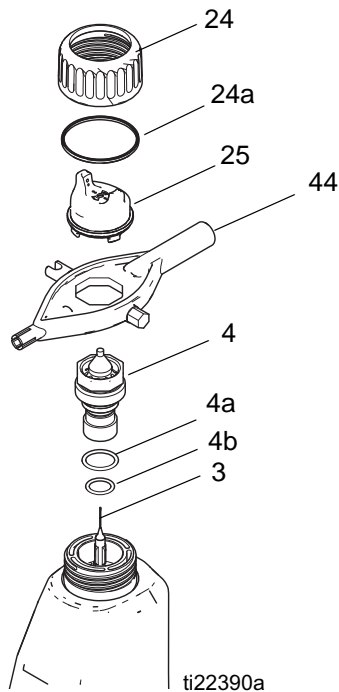

Fig. 28 . Remplacement du capuchon d'air/buse
2. Retirez la bague de fixation (24) et le capuchon d'air (25). Consultez la FIGURE 28.
3. Déposez la buse (4) à l'aide de la clé multi-usage (44).